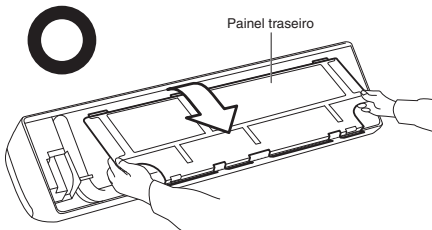

Fig. 3-73
- Retire o painel traseiro segurando as secções apresentadas na Fig. 3-73 e puxando-o na direcção indicada pela seta.